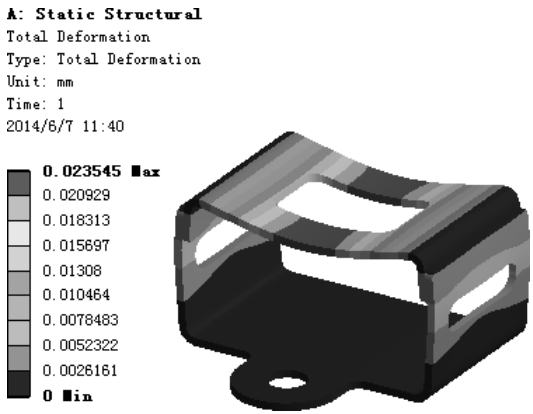

图 7.6.59 位移变形结果图解
(3) 查看位移变形结果图解。在“Outline”窗口中选中  **Total Deformation**，查看图 7.6.59 所示的位移变形结果，其最大位移为 0.023545 mm。